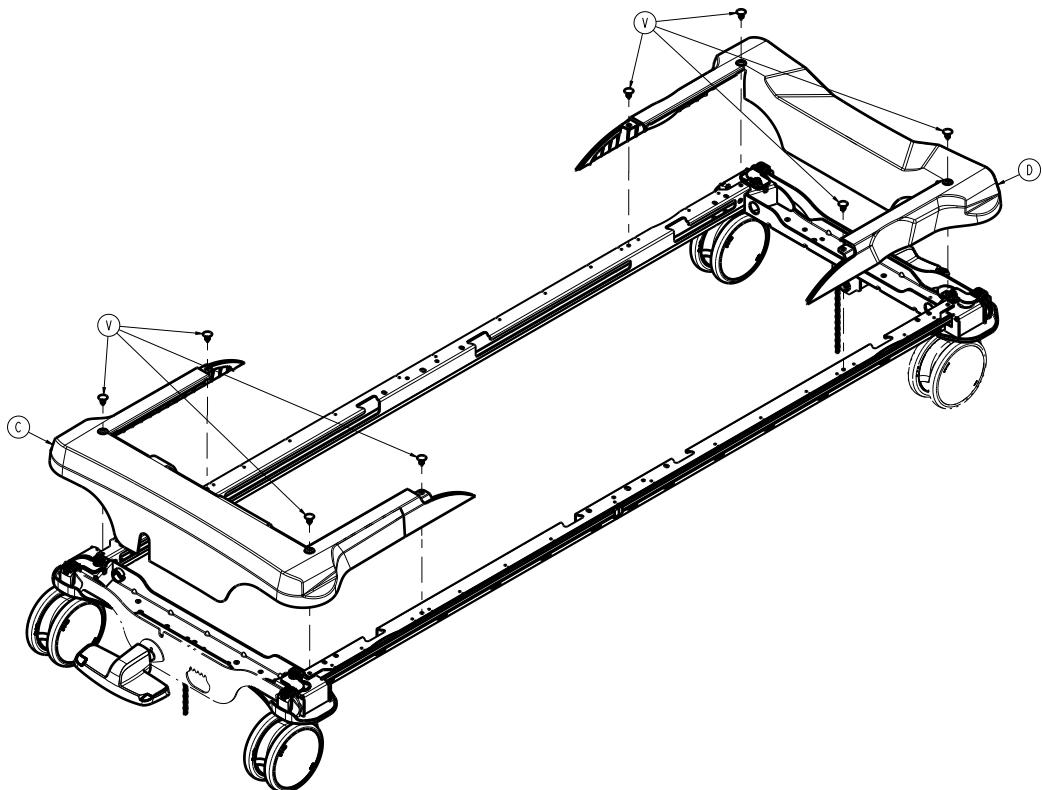

Figure 14 – Retrait des couvercles
6. À l'aide d'un tournevis à fente et d'une pince coupante diagonale, retirer les huit attaches (V) qui fixent les couvercles du côté tête (C) et du côté pieds de la base (D) au châssis de la base (Figure 14). Jeter les dispositifs de retenue. Retirer les couvercles.